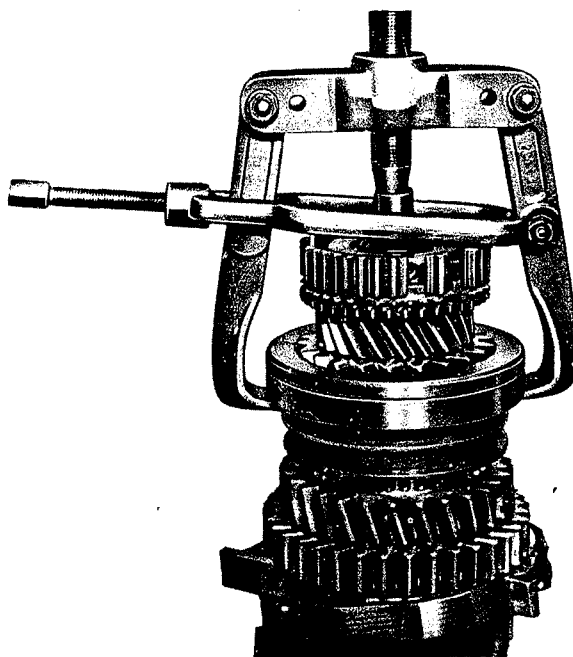

Fig. 15
1. Serrer l'arbre principal dans un étau entre des mordaches en plomb (le côté sortie, orienté vers le bas). Dégager le jonc d'arrêt (403). Extraire le manchon baladeur (408) du synchroniseur (407). Faire alors bien attention à ce qu'aucun des 3 ressorts de pression (406) des axes à rotule (405) et des éléments de pression (404) ne s'égare.
2. Placer l'extracteur „8" sur l'engrenage de 3e vitesse (413) (fig. 15); avec un extracteur ordinaire, on peut maintenant retirer les engrenages de la 3e, de la 4e et de la 5e vitesse de même que le synchroniseur. Enlever les cages des aiguilles (414).